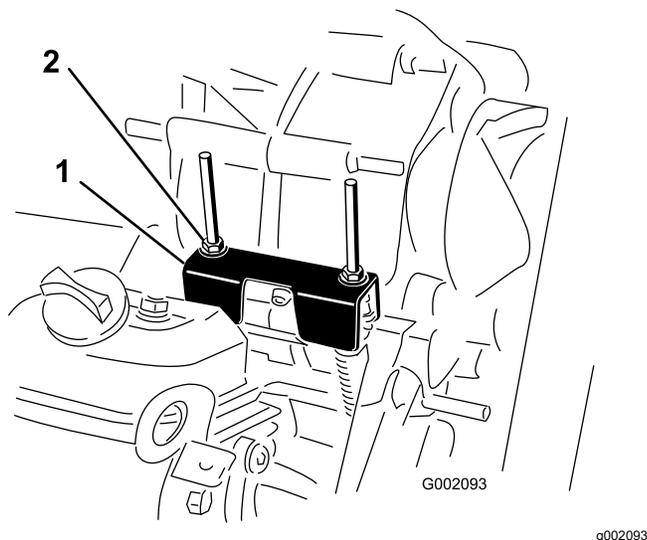

Рисунок 61
При выполнении планового техобслуживания и/или диагностики двигателя ведущий мост необходимо переключить в положение НЕЙТРАЛЬ (Рисунок 61). У машины есть положение НЕЙТРАЛЬ на рычаге переключения передач, которое включает нейтральное положение в трансмиссии. Выполните следующие действия, чтобы убедиться в правильной работе рычага переключения трансмиссии в нейтральном положении:
расположенного под кронштейном переключения передач), повернув ведомый диск сцепления (Рисунок 61).
3. Поверните одну из контргайки (Рисунок 61), чтобы получить зазор от 0,76 до 1,52 мм между нижней частью гайки/шайбы и кронштейном нейтрالي.